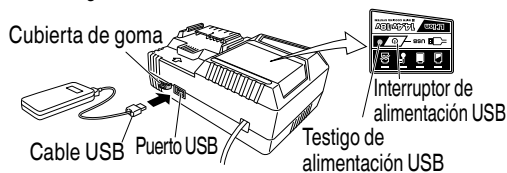

Fig. 12
- (2) Encienda el enchufe de alimentación USB (Fig. 12)
- (3) Conecte el cable USB. (Fig. 12)
- Apague el interruptor de alimentación USB y desenchufe el cable de alimentación de la toma de alimentación eléctrica. (Fig. 12)